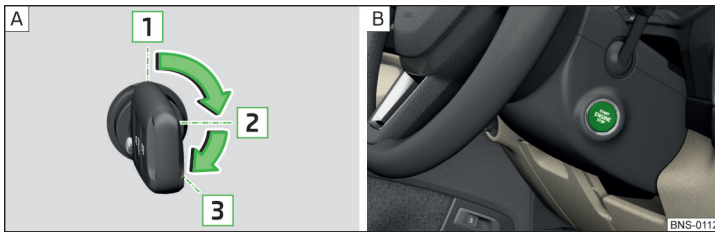

Abb. 249 Positionen des Fahrzeugschlüssels im Zündschloss / Starterknopf
Positionen des Fahrzeugschlüssels im Zündschloss » Abb. 249 - [A]
› Den Knopf drücken » Abb. 249 - [B], die Zündung wird ein-/ausgeschaltet.
- › Bei Fahrzeugen mit **Zündschloss** den Schlüssel in die Position **3** drehen » Abb. 249 auf Seite 213 - [A], es erfolgt der Startvorgang. Dann den Schlüssel loslassen, der Motor springt automatisch an.
- › Bei Fahrzeugen mit **Starterknopf** den Knopf kurz drücken » Abb. 249 auf Seite 213 - [B], der Motor springt automatisch an.
- › Bei Fahrzeugen mit **Zündschloss** den Schlüssel in die Position **1** drehen » Abb. 249 auf Seite 213 - [A].
- › Bei Fahrzeugen mit **Starterknopf** den Knopf drücken » Abb. 249 auf Seite 213 - [B], der Motor und die Zündung werden gleichzeitig ausgeschaltet.
› Den Knopf gedrückt halten » Abb. 249 auf Seite 213 – [B] oder zweimal innerhalb von 1 Sekunde drücken.